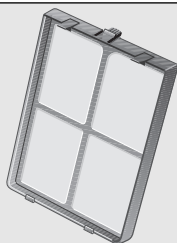
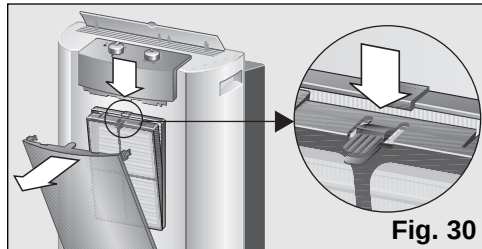

Fig. 29
Fig. 30
Tous les modèles comportent un filtre d'air de base qu'il faut nettoyer au bout d'un certain temps, Fig. 29. Pour cela, il suffit d'appuyer sur le clip situé sur la partie supérieure et de le retirer, Fig. 30. Pour le laver, il suffit de le passer sous l'eau courante, de le sécher et de le remettre à sa place.
- Retirez le filtre de base de l'appareil, **Fig. 30**.